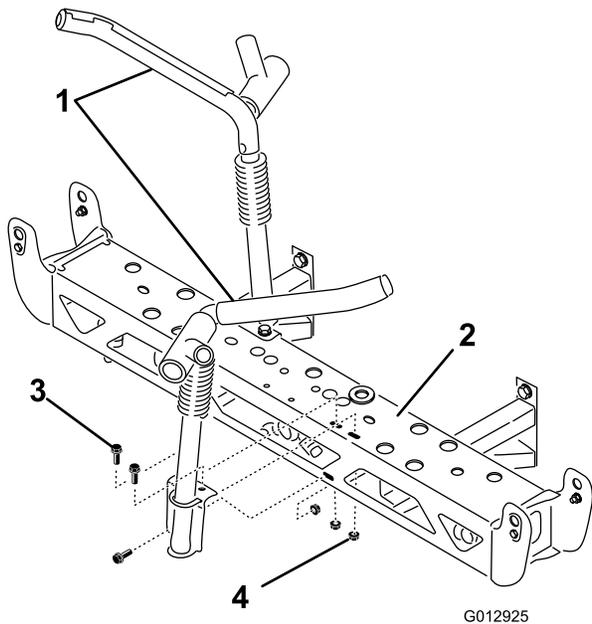

Figure 28
2. Montez les berceaux de transport sur la rampe centrale au moyen de 6 boulons (3/8 x 1-1/4") et 6 contre-écrous (3/8"). Orientez-les comme illustré à la Figure 28